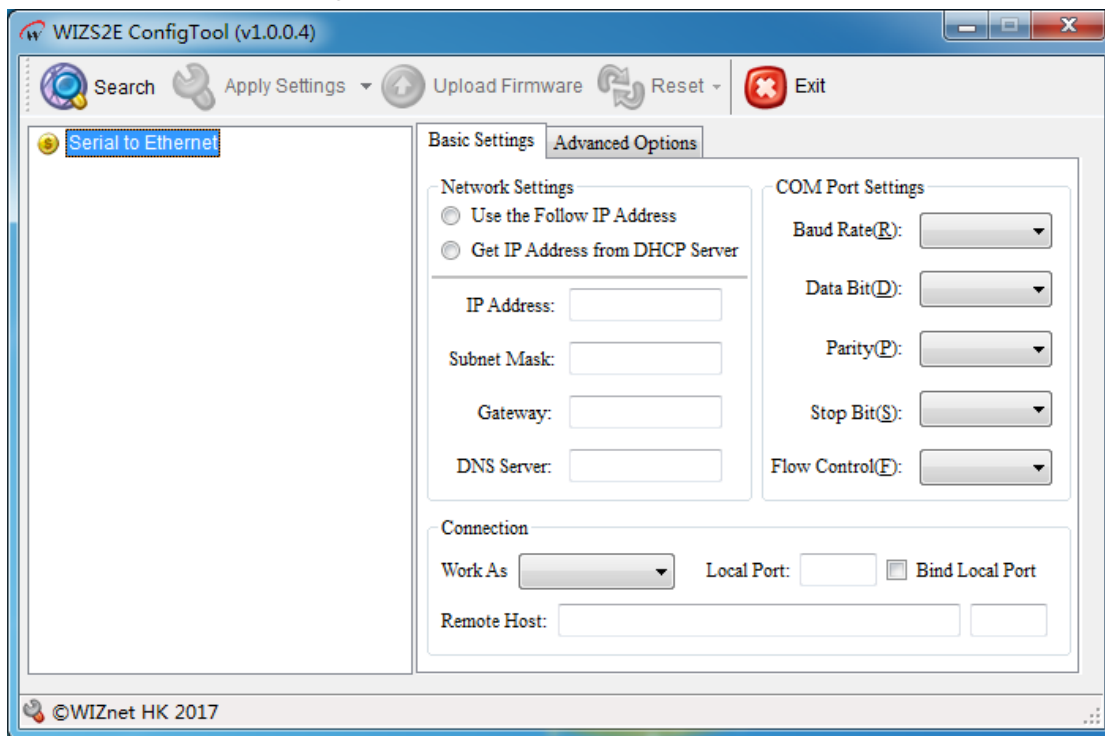

图 4-1 WIZS2E ConfigTool 运行界面
- 2、运行 WIZS2E ConfigTool，出现图 4-1 所示界面。